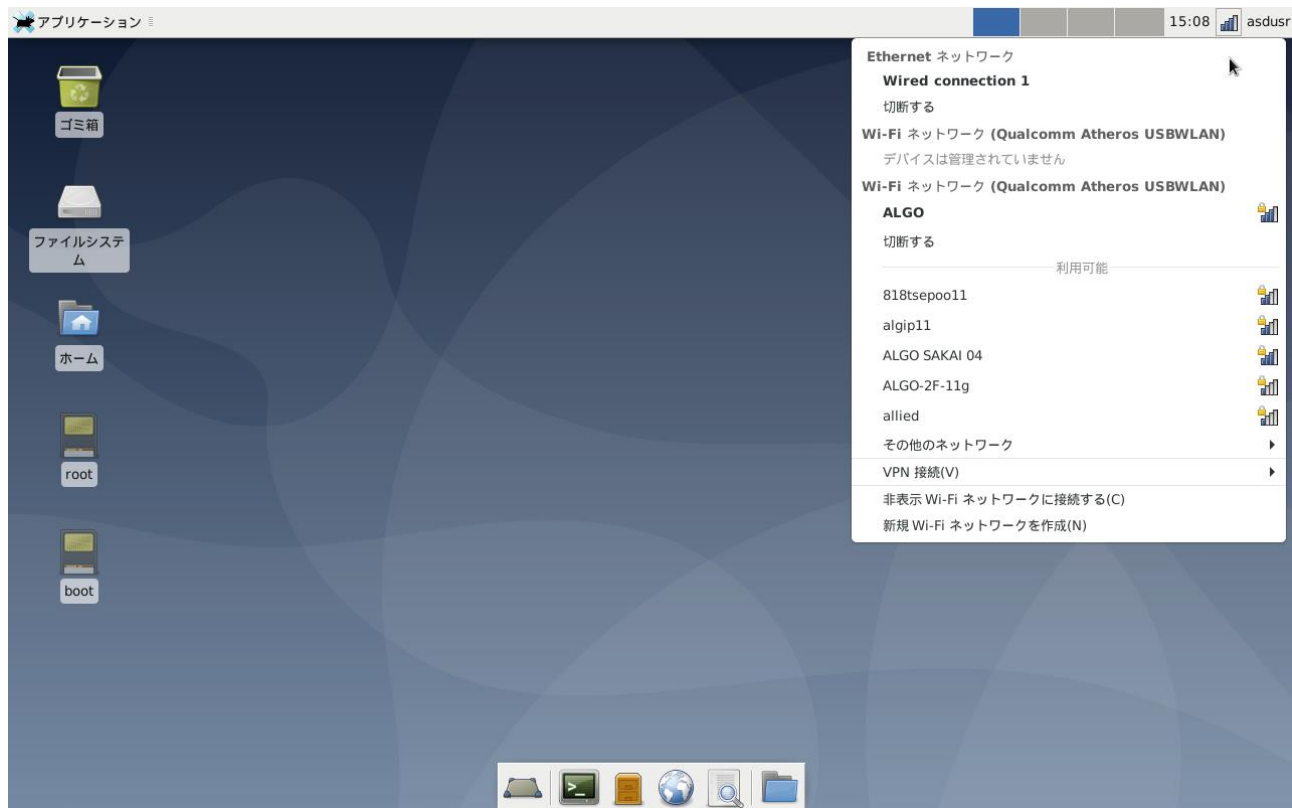

図 2-5-3. 接続成功
- ③ 接続に成功すると、図 2-5-3 のように、デスクトップ右下のネットワークアイコンが  から  に変化し、画面右上に接続成功の表示が現れます。